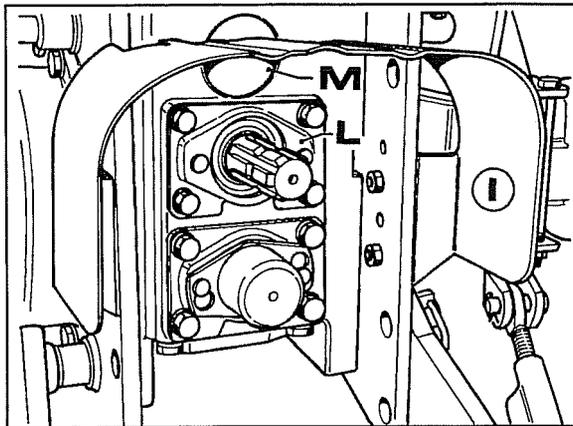

Abb. 11
1. Das Schutzblech **I**, den Deckel **L** und den Deckel **M** von Abb. 11 abnehmen.